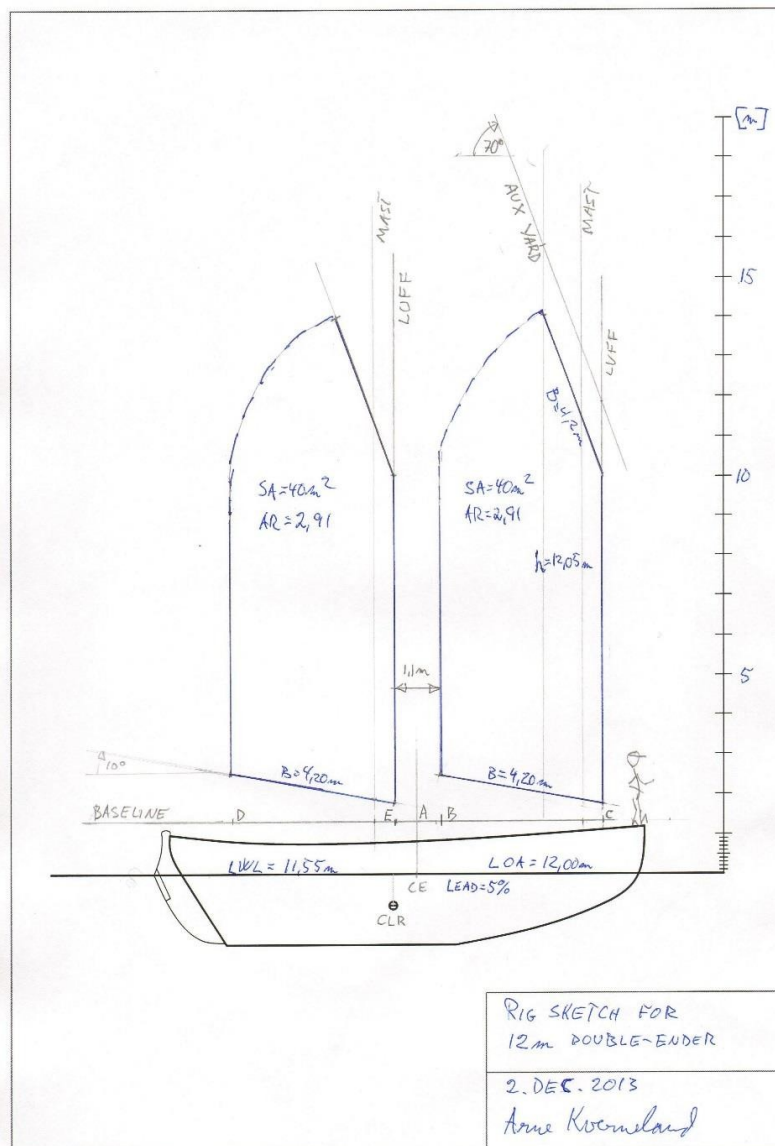
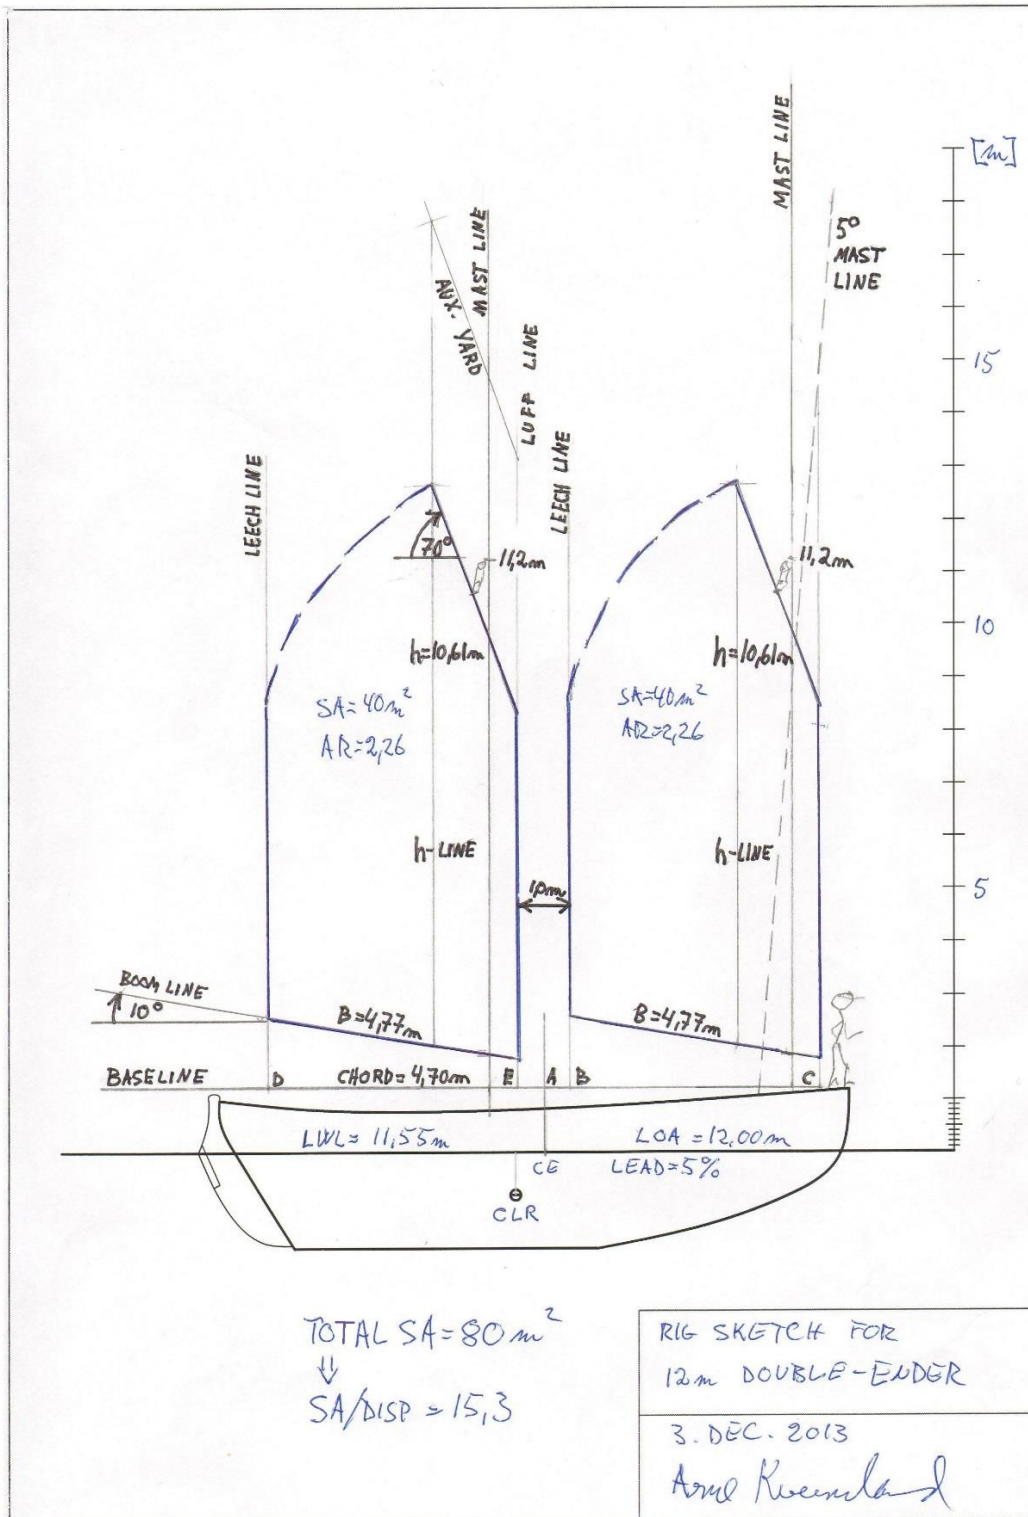

Fig 3.2, Goélette avec des voiles égales de $SA=40m^2$ et de $AR=2.91$
Fig 3.3, Goélette avec des voiles égales de $SA=40m^2$ et de $AR= 2.26$
Regardez les Figures 3.2 and 3.3, ci-dessous. Cette fois, j'ai conçu un croquis rapide en CAO d'une coque imaginaire :
Lors de mon premier essai, figure 3.2 ci-dessous, j'ai essayé un gréement libérant de l'espace sur la plage avant tout en ayant une bonne marge pour le système d'écoute pour la grand voile. Cependant, pour obtenir la surface de voile désirée de $80 m^2$, les voiles se sont retrouvées très hautes avec un $AR=2,91$. Cela devrait entraîner des systèmes d'écoutes très verticaux et devrait résulter en des systèmes de barre d'écoute ou de systèmes d'écoute double (tribord et bâbord) . Ce n'est pas ma configuration préférée.
Lors de ma seconde tentative, voir figure 3.3 ci-dessous, j'ai augmenté la longueur de la bôme, B, de 4,20m à 4,77m. En déroulant la séquence de dessin, je propose que vous gardiez la figure 3.3 à portée de main, car il est plus détaillé que la figure 3.2, et parce que ce gréement me plaît beaucoup plus !
5. Après l'expérience des voiles très élancées de la figure 3.2, et après avoir joué avec ma formule de surface de voile de la page 6, je dessine les cordes BC et ED, toutes les deux de 4,70m de long.
Ce changement de longueur de bôme a un très grand impact sur l'allongement. Le gréement en figure 3.3 me semble mieux adapté à une navigation au large, avec des mâts plus courts et un système d'écoute plus facile sur la misaine. Les mâts n'auront pas besoin de faire plus de 11,2m au dessus de la ligne de flottaison, alors que les mâts du gréement élancé de la figure 3.2 faisaient 12,5m.